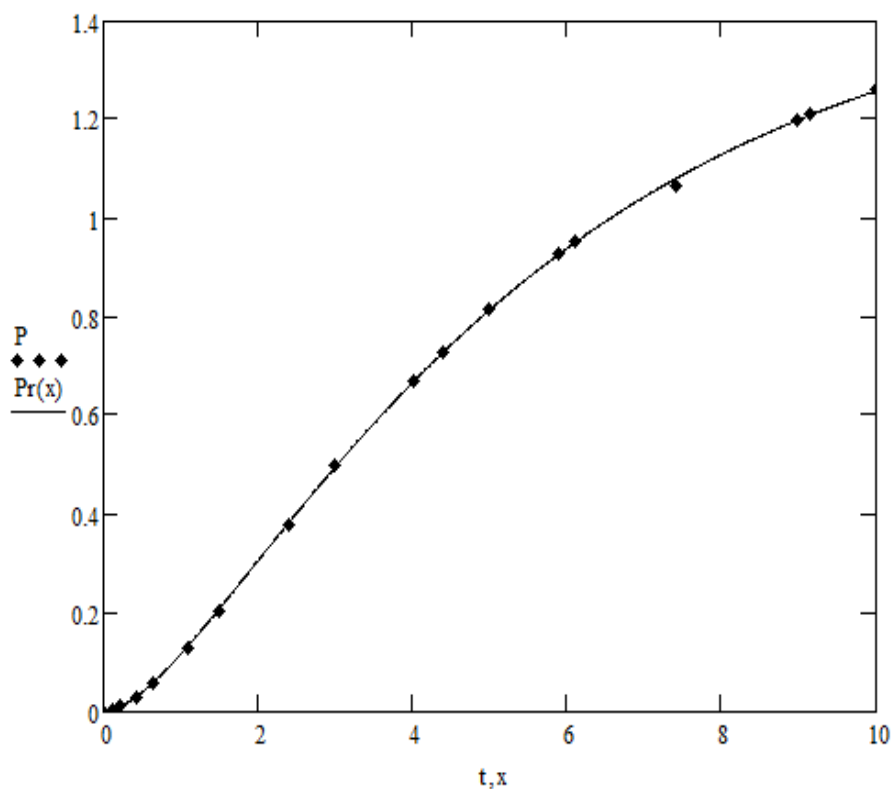

Рис. 12.2. Аппроксимация экспериментальных данных
9. Выведем на диаграмму экспериментальные и расчетные данные по концентрации конечного продукта, как показано на рис. 12.2.